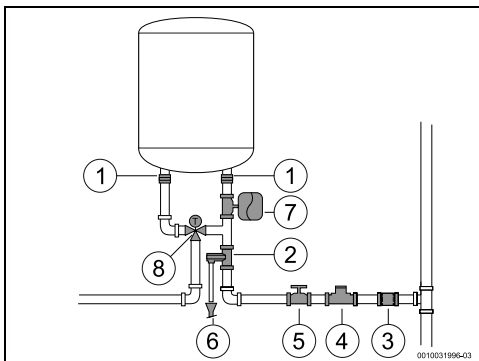

Fig. 9 Toma de agua
Para evitar averías por oscilaciones de presión repentinas en el suministro de agua, se recomienda instalar una válvula antirretorno intercalada en el acumulador (Fig. 9, [7]).
- ▶ Montar la válvula de seguridad en la conexión de agua fría del acumulador de agua caliente (Fig. 9).
- ▶ instalar la válvula de reducción de presión (Fig. 9, [4]). Si la presión del agua en el acumulador de agua caliente rebasa los 8 bar (± 1 bar), se activará la válvula de seguridad. En este caso deberá existir la posibilidad de desviar el agua.
- ▶ instalar un vaso de expansión (Fig. 9, [7]) para evitar que la válvula diferencial se abra con tanta frecuencia. El volumen del vaso de expansión debe ser equivalente al 5% del volumen del dispositivo.